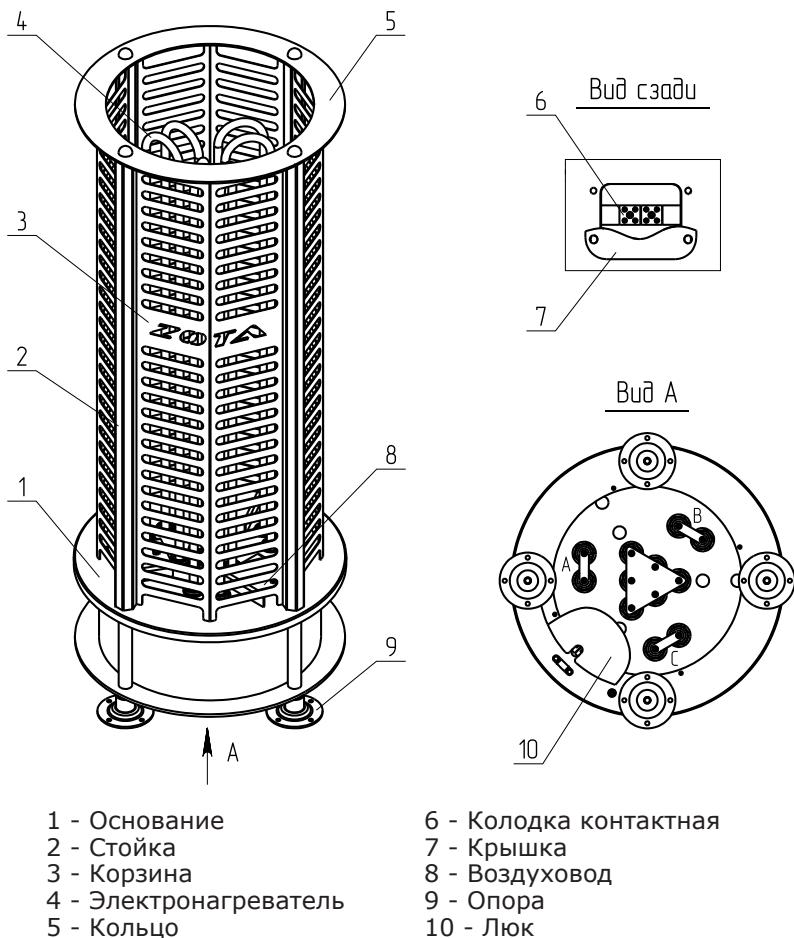

Рис.1 Конструкция электрокаменки
5.1. Электрокаменка (рис.1) состоит из основания (поз.1), с установленным на нем электронагревателями (поз.4) и корзины (поз.3) для защиты ТЭН и укладки камней, соединенных между собой четырьмя стойками (поз.2). Стойки являются несущей частью электрокаменки и имеют сверху удерживающее кольцо (поз.5), внизу регулируемые опоры (поз.9) для установки ее по уровню.